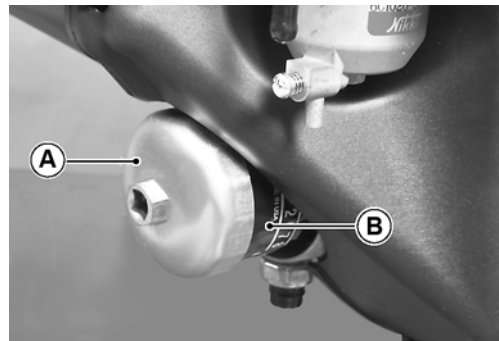

Fig. 25 Smontaggio del filtro dell'olio
Pulire l'area intorno al filtro. Utilizzare una chiave per filtro o una chiave svitafiltro a cinghia, o altra chiave per filtro adatta (A); togliere il filtro (B) dal motore e lasciare fuoriuscire l'olio. Gli o-ring possono rimanere sul motore o sul filtro (Fig. 25, pagina 21).